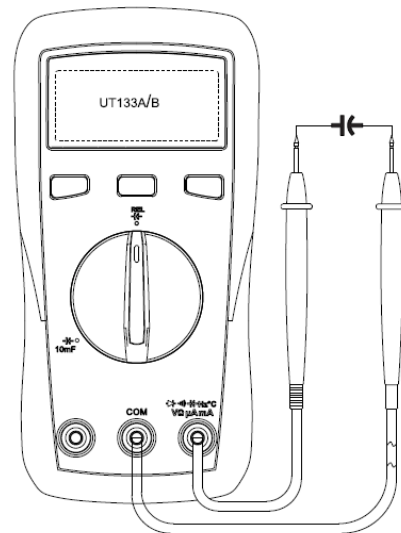

Рисунок 3
5. Измерение ёмкости (см. рисунок 3)